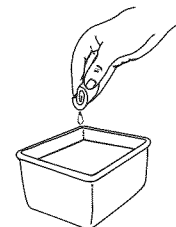

Fig. 35
- Lave el filtro con agua y detergente (Fig. 35). Enjuague bien el filtro y déjelo secar.